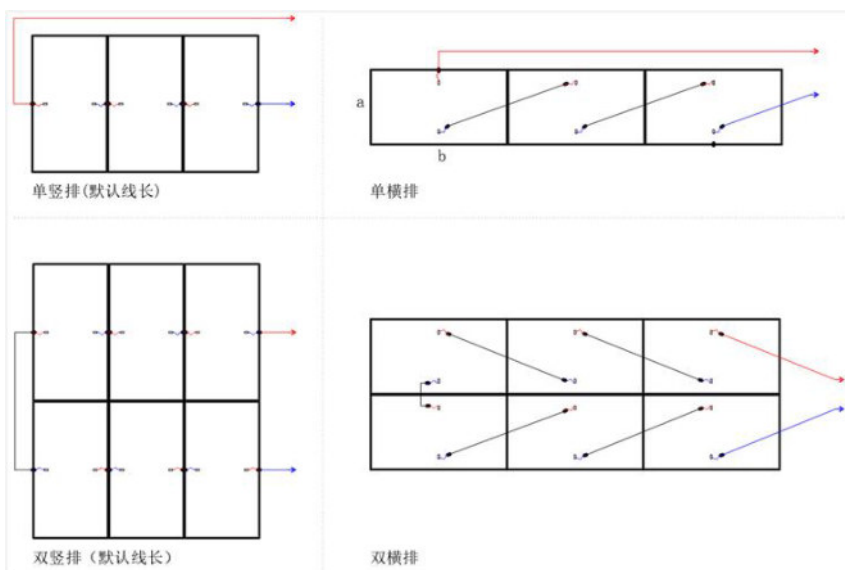

图 7 组件常见排布方式
- 目前光伏组件排布较为常见的是单竖排、双竖排、单横排、双横排，具体如图 7 所示下：